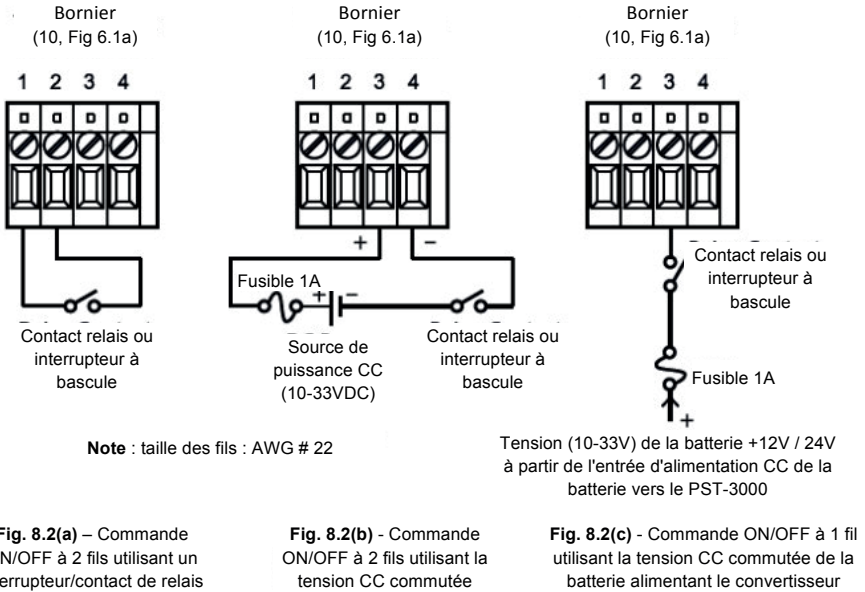

Fig. 8.2 : Commande ON/OFF à distance grâce à la commande externe à 1 ou 2 fils
L'appareil peut être activé / désactivé (ON / OFF) à distance en utilisant un dispositif ON / OFF externe filaire de commande comme indiqué en Fig. 8.2 (a), (b) et (c). Des détails sont donnés ci-dessous :
- **Commande externe ON / OFF à 2 fils à distance grâce à un interrupteur / contact de relais, Fig. 8.2(a) :**
- **Commande ON / OFF à 2 fils utilisant la tension commutée CC (10-33VDC), Fig. 8.2(b) :**
- **Commande ON / OFF à 1 fil utilisant la tension CC commutée à partir de la batterie alimentant le convertisseur, Fig 8.2(c) :**